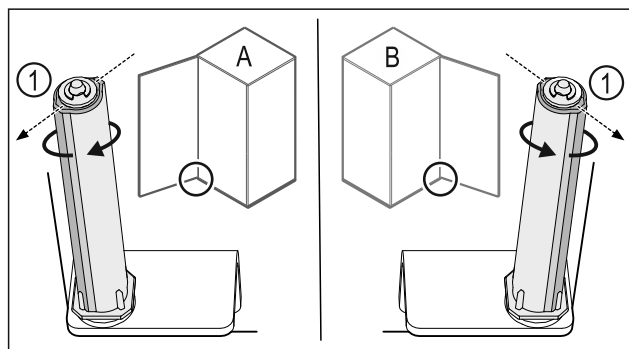

Fig. 42 Ľavý doraz (A)/pravý doraz (B)
- ▶ Otáčajte systém zatvárania proti odporu, kým nebude mostík systému zatvárania Fig. 42 (1) ukazovať von.